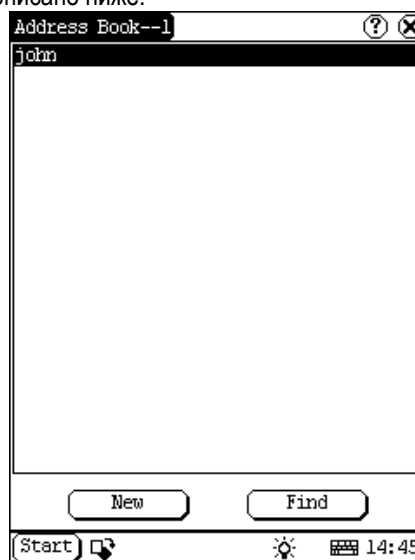

Рисунок 4-19
- 3) Нажмите кнопку [New], чтобы открыть новый адресный интерфейс.(см. рисунок 4-19)